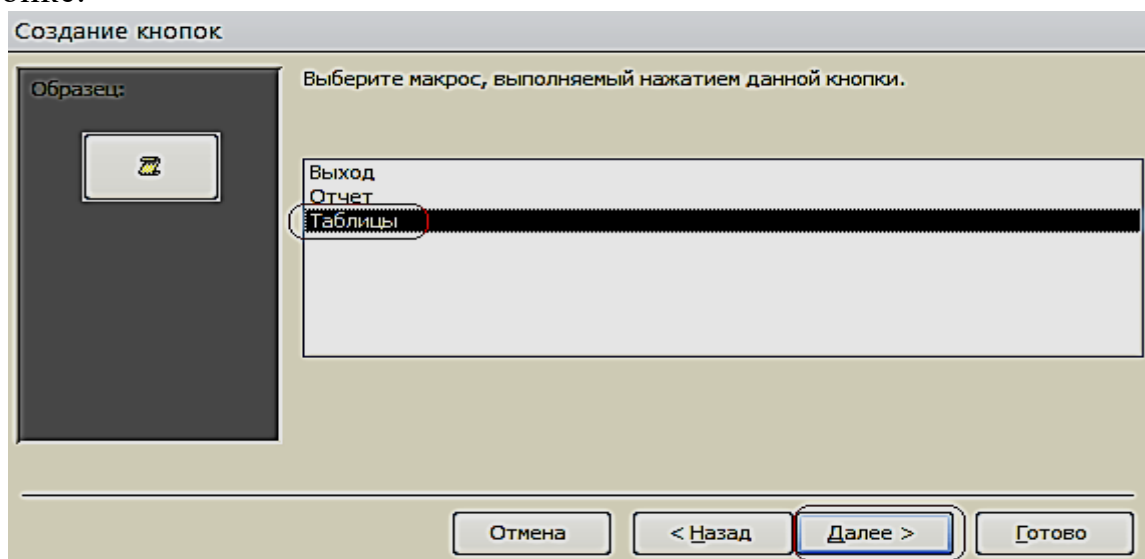

Рис. 6.8. Окно выбора макроса
2. Выберем соответствующий макрос (рис. 6.8). Разместим текст на кнопке.